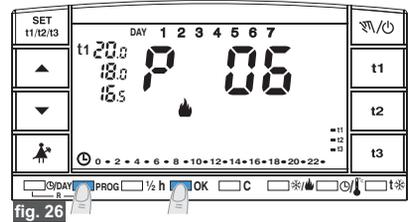

fig. 26
- Premere ripetutamente il tasto **PROG** sino a quando sul display apparirà la scritta **P 06**, quindi confermare premendo il tasto **OK** (fig. 26).